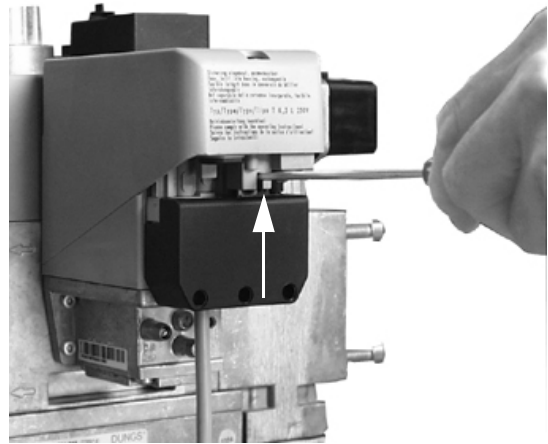

Fig. 37
- 1 Desenganche el conector del controlador de estanqueidad con un destornillador, tal como se muestra en la Fig. 37.
- Apriete los tornillos del acoplamiento VT1 y VT2 (Fig. 37).